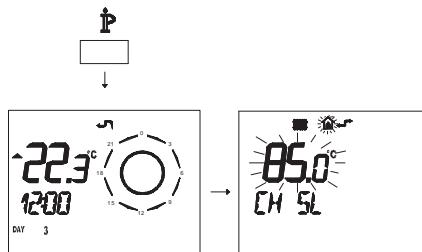

Рисунок 5.33
- Нажмите и удерживайте 3 секунды кнопку **PIP**, чтобы войти в режим **INFO** (Рисунок 5.33).